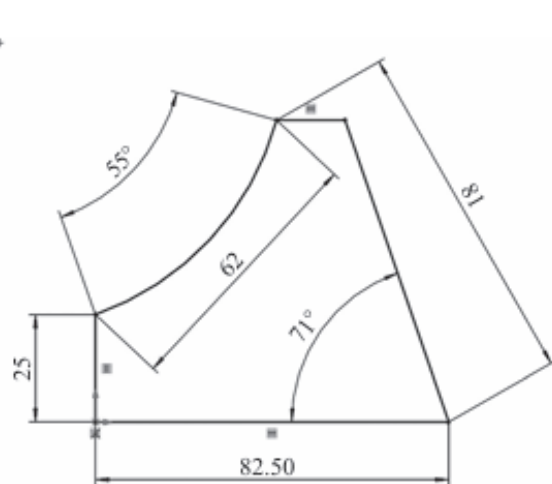

图 1-60 草图尺寸标注
(2) 继续标注尺寸，先标注圆弧起始点与原点的直线距离，再选择需要标注的弧线的两个端点及圆心完成弧线角度尺寸标注。将草图标注完整，达到完全约束状态，如图1-60所示。